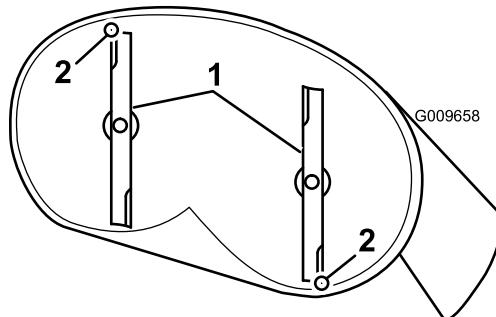
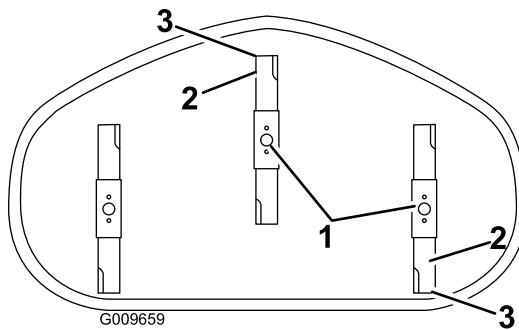

Figura 62
Figura 63
4. Girate con cautela le lame in modo che siano disposte longitudinalmente (Figura 62 e Figura 63).
5. Misurate il valore dalla punta della lama anteriore e dalla punta della lama posteriore alla superficie piana (Figura 62).
- 7. Dopo la regolazione, ricontrolate l'inclinazione longitudinale e continuate la regolazione del dado finché la punta della lama anteriore non è più bassa di 1,6–7,9 mm rispetto a quella posteriore (Figura 62).